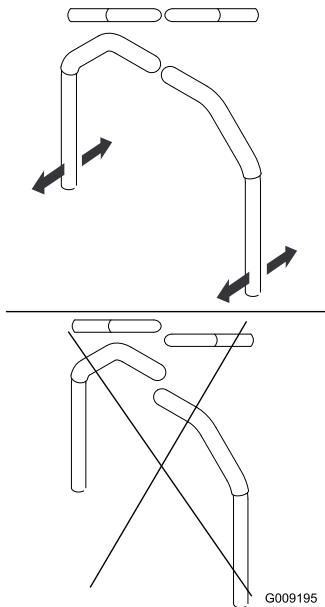

Figure 58
4. Réglez l'alignement avant/arrière des leviers en les plaçant tous deux à la position POINT MORT, puis faites-les coulisser jusqu'à ce qu'ils soient alignés, et serrez les boulons (**Figure 58**).